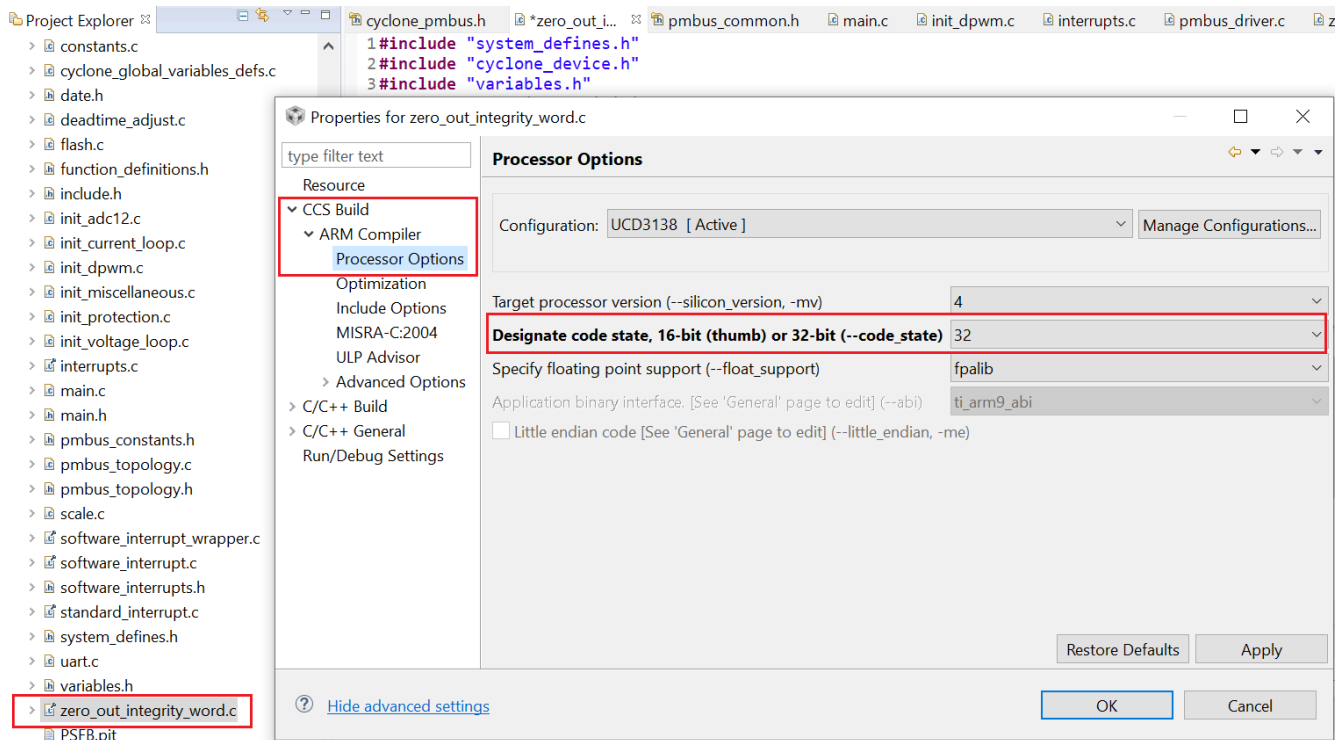

图 2-2. 指定代码状态
- 如果当前为 16，则更改为 32 (如图 2-2 所示。)